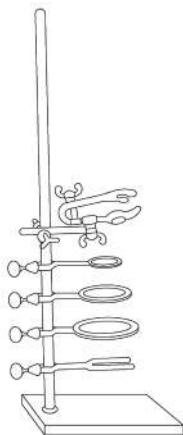

Рис. 119. Штатив лабораторный Бунзена
9. Штатив лабораторный Бунзена (рис. 119). Наиболее часто встречающаяся в лабораторной практике разновидность универсальных штативов. Штатив лабораторный Бунзена является устройством среднего размера и комплектуется дополнительной оснасткой в виде трех колец и двух лапок. Конструкция представляет собой устойчивое плоское основание с закрепленным на нем под углом в 90 градусов стержнем из качественного металла. Именно на этот стержень крепятся кольца и лапки. Каждый крепежный элемент оснащен